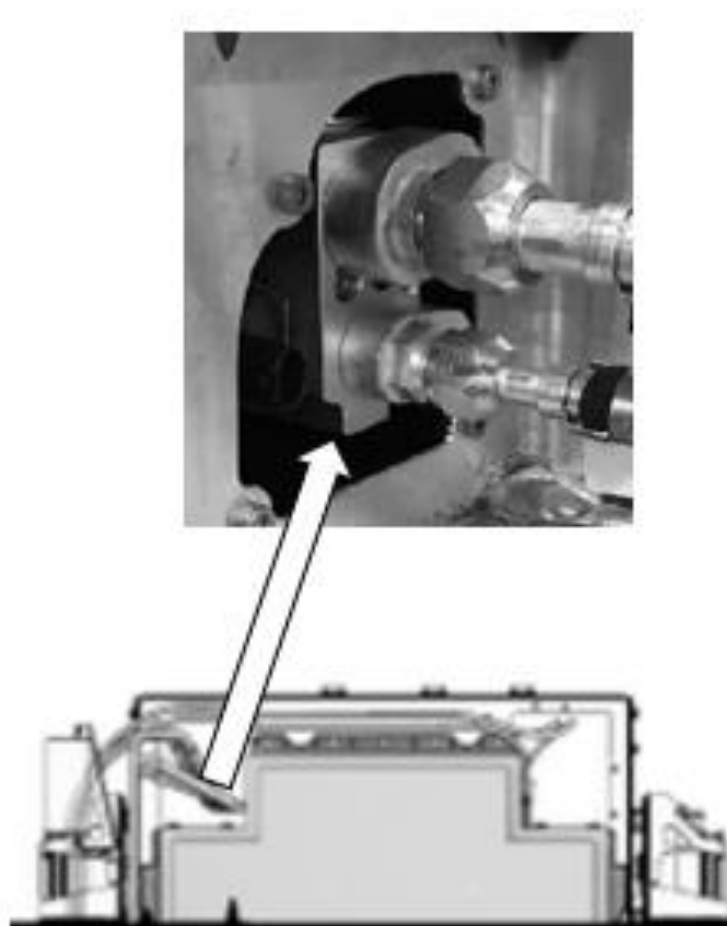

Figure 6 - Connecteur du BTMS
9. Inspectez les connecteurs du système de gestion thermique des batteries (BTMS) afin de s'assurer qu'ils sont correctement serrés et qu'aucun signe de fuite n'est apparent (figure 6).